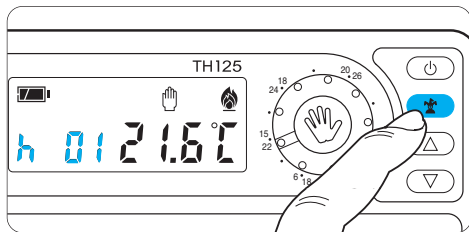
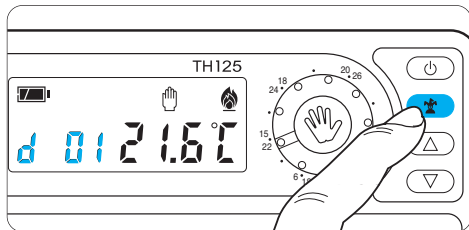

Fig. 48
Fig. 49
15.3 - Premere il pulsante  una volta per impostare le ore (fig. 48) due volte per impostare i giorni (fig. 49).